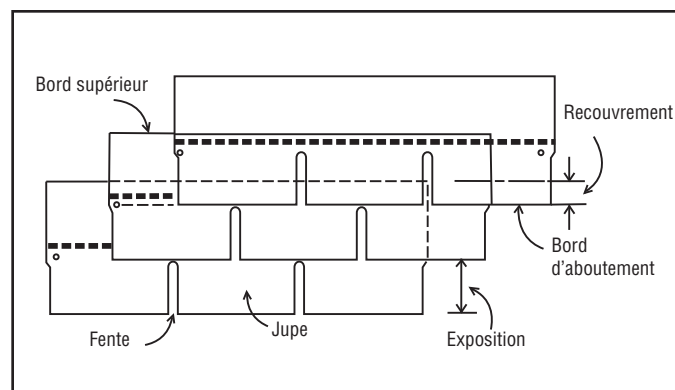

Figure Gl-6
**Bord d'aboutement** – Bord inférieur des jupes de bardeau (figure Gl-6).
**Recouvrement** – Selon ASTM, distance la plus courte entre le bord inférieur du bardeau recouvrant et le bord supérieur du bardeau deux rangs plus bas. C'est le « recouvrement triple » d'un système de bardeaux en bande (conçu pour être d'au moins 2 po [50 mm]) (*figure Gl-6*).